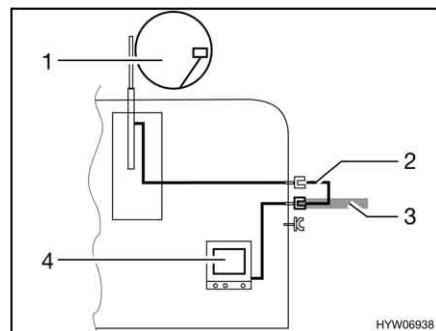

Bild 159 TV im Fahrzeug
- TV im Fahrzeug (Bild 159,4): Anschluss an Dachantenne (Bild 159,1) mit Verbindungskabel (Bild 159,2)
- TV im Fahrzeug (Bild 159,4): Anschluss an externe Antenne (Bild 159,3)